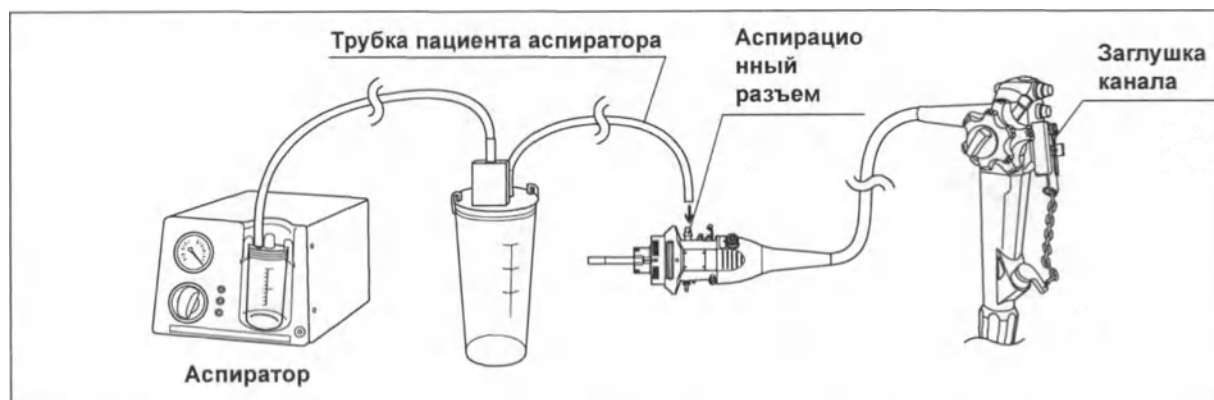

Рисунок 5.74
- 18 Подключите стерильную трубку пациента аспиратора к аспирационному разъему на коннекторе эндоскопа. (см. рис. 5.74)